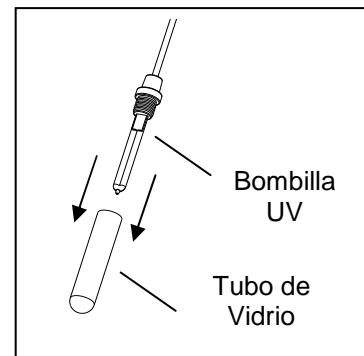

Fig. 14
10. Nota: En el caso improbable de que la bombilla UV necesita ser reemplazado, retire el tubo de vidrio tirando hacia aparte sosteniendo la base de la lámpara. Tire suavemente foco recto aparte del casuillo de la bombilla y de insertar la bombilla repuesto de la manera inversa cuidado para no doblar lo hilos en el vástago de la bombilla. Fig. 14